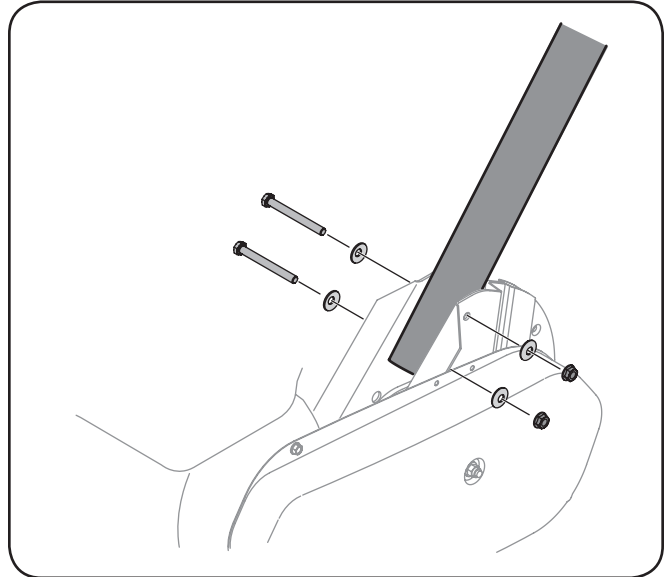

Figura 3-5
1. Retire los pernos, arandelas y tuercas del soporte de caja de la cadena. Vea la Figura 3-5.
2. Coloque el manija en su posición y asegure con el hardware eliminado previamente. Vea la Figura 3-5.